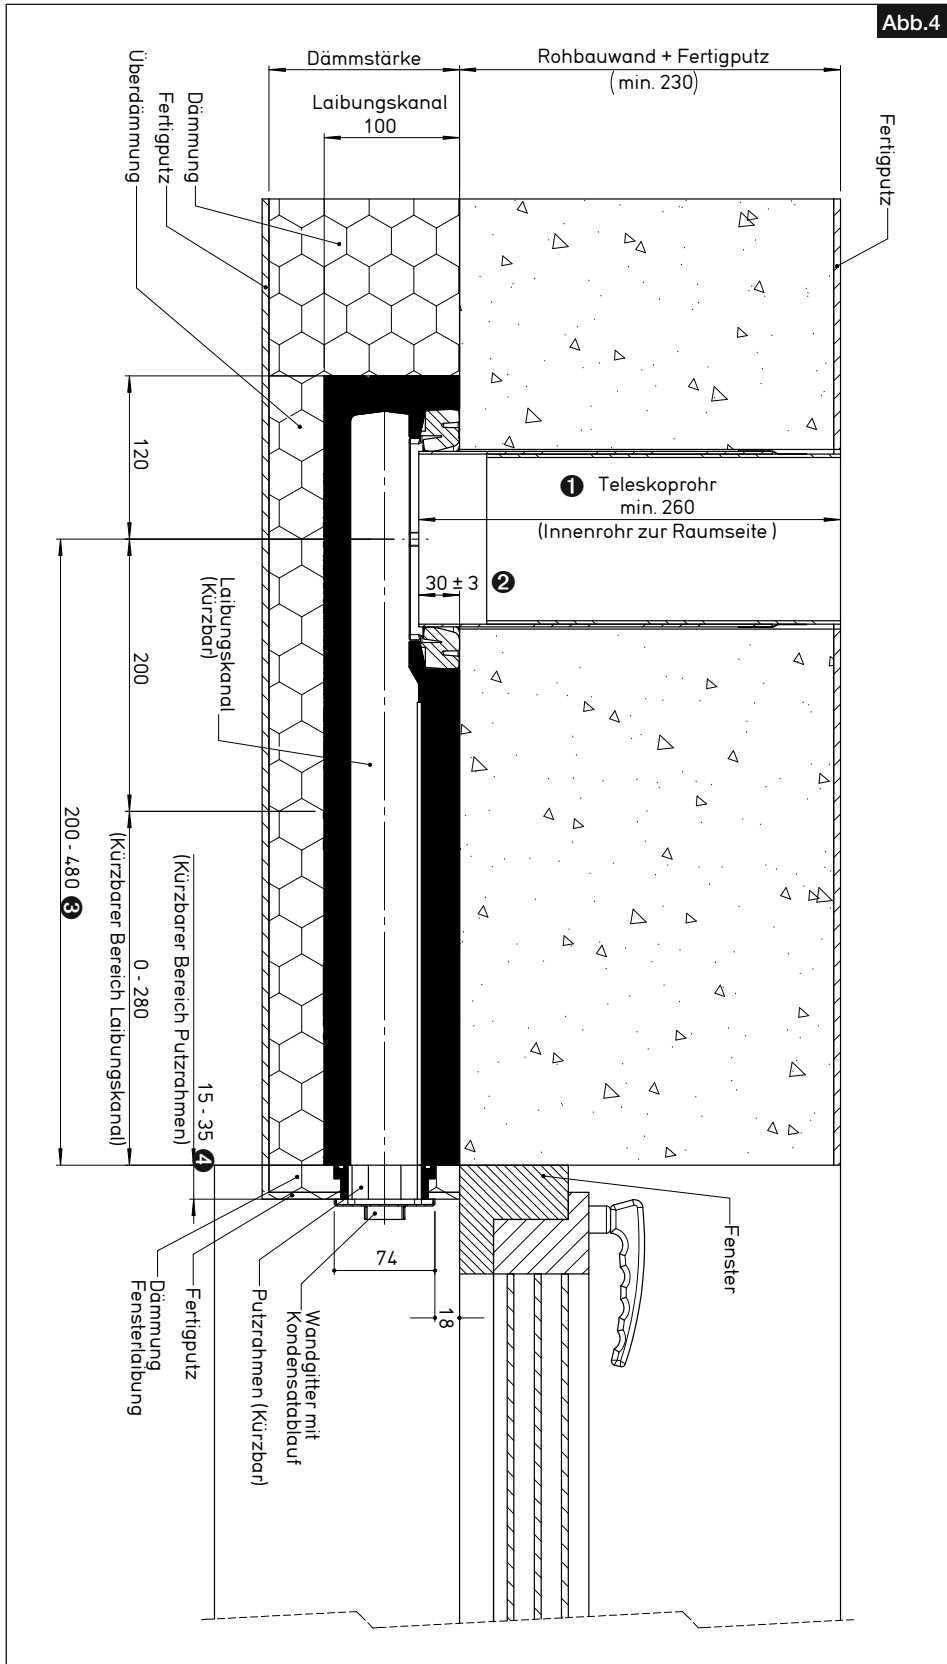

Abb.4
Die Länge des Teleskoprohrs setzt sich aus der Dicke der Rohbauwand mit Innenfertigputz und der Eintauchtiefe (2) in den Laibungskanal zusammen (s. Abb. 4 & 5).
Störkonturen beachten! Die Rolladenschiene o.ä. muss am Wandgitter vorbeiführen, s. Abb. 4.